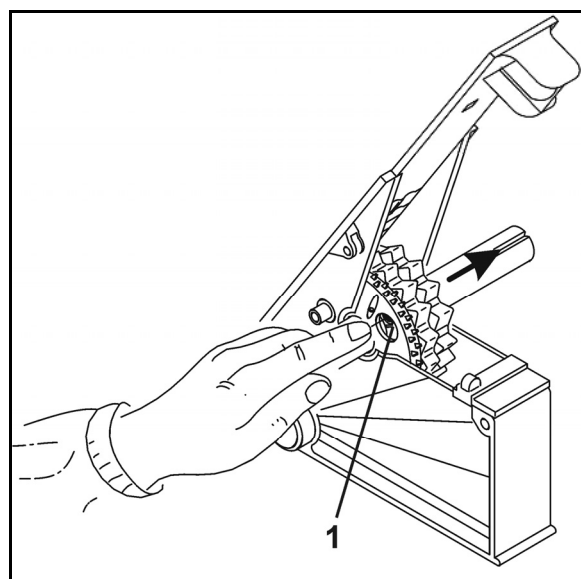

Fig. 31
1. Bevæg geararmen op og ned flere gange, indtil borerne (Fig. 31/1) i finsåhjulene bliver synlige.